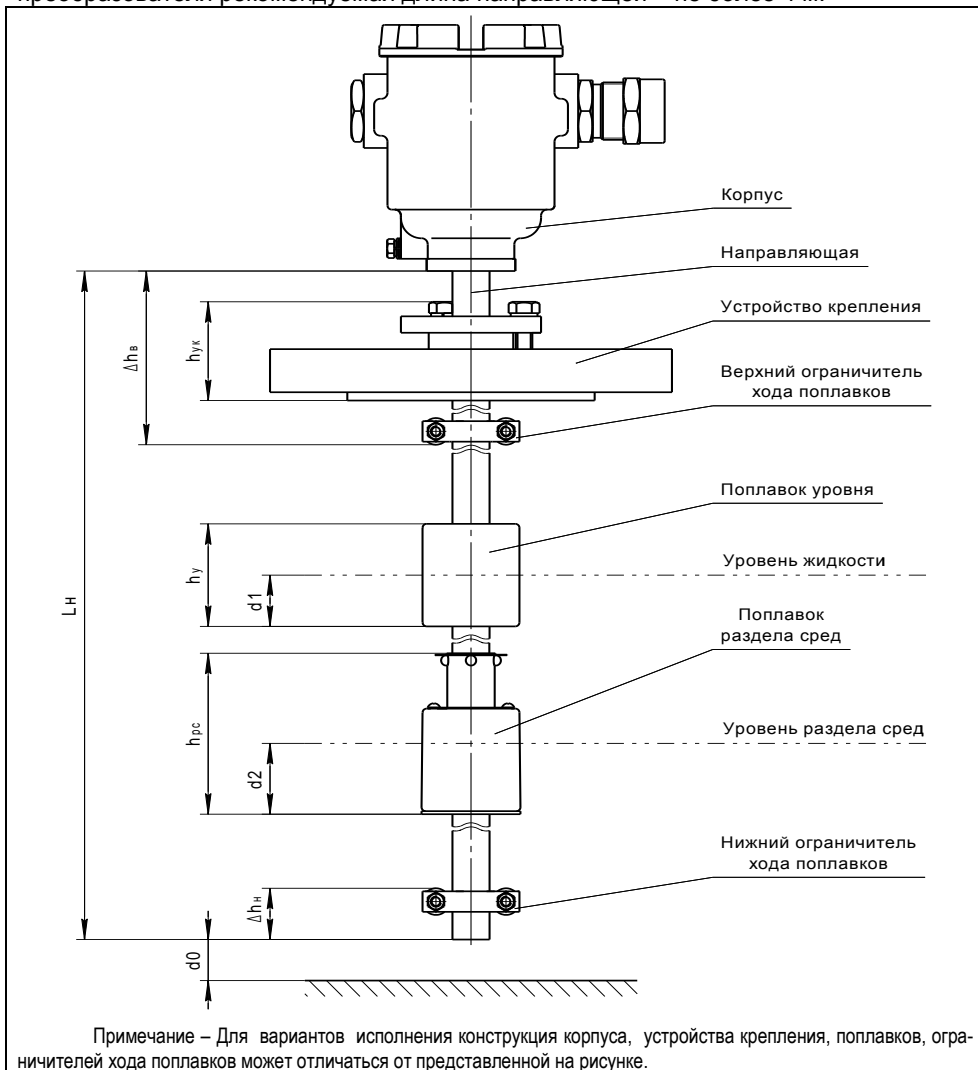

Рисунок 1
1.2.4 Нижний предел измерений уровня  $H_n$  (см. рисунок 1) определяется по формуле, мм:
Величина верхней неизмеряемой зоны  $\Delta h_b$  определяет положение верхнего ограничителя хода поплавка (см. рисунок 1). При выпуске из производства она устанавливается не более:
1.4.1 Преобразователь (см. рисунок 1) состоит из корпуса, соединённого с направляющей, на которой устанавливаются: устройство крепления, поплавок уровня, раздела сред и ограничители хода поплавков.